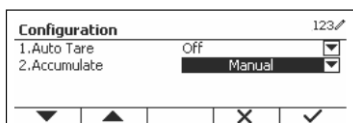

Figure 31
- Le poids brut et le poids net ne peuvent pas être accumulés simultanément : seuls des poids bruts ou des poids nets peuvent être accumulés. (Voir Figure 31)